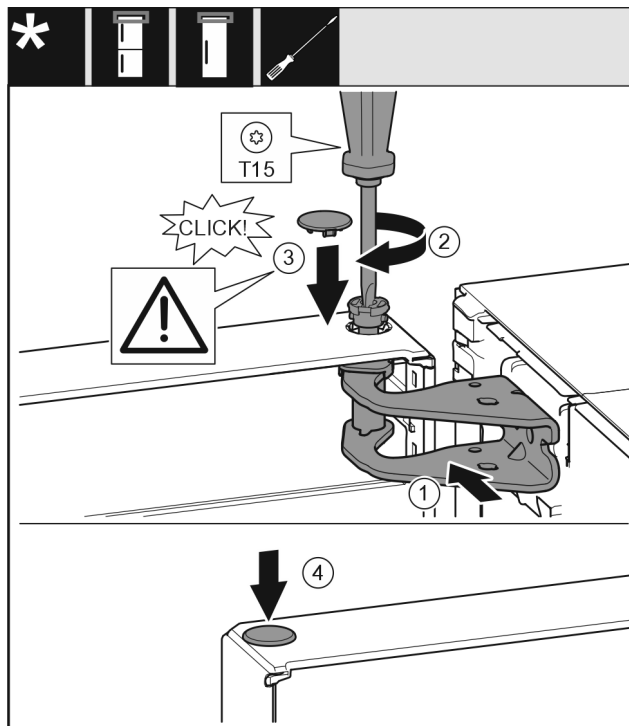

Fig. 26
- ▶ Dveře nahoře vyrovnejte s otvorem ve stojanu ložiska. Fig. 26 (1)
- ▶ Vložte čep Fig. 26 (2) a pevně jej utáhněte šroubovákem.
- ▶ K zajištění dveří namontujte bezpečnostní kryt Fig. 26 (3): Bezpečnostní kryt nasad'te a zkontrolujte, zda přiléhá na dveře. V opačném případě čep zcela zasuňte.
- ▶ Vložte zátku Fig. 26 (4).